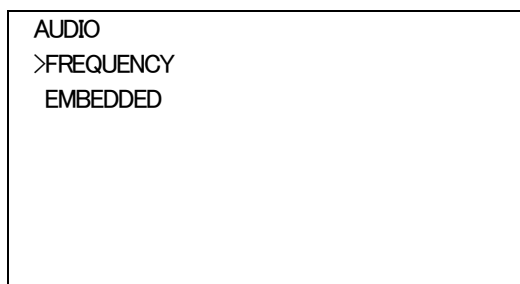

図4-17 オンスクリーンメニュー(AUDIO 例)
- 1) メインメニューで「AUDIO」を選択し、**ENTER** ボタンを押すと図4-17のような設定メニューが表示されます。
(17) FREQUENCY